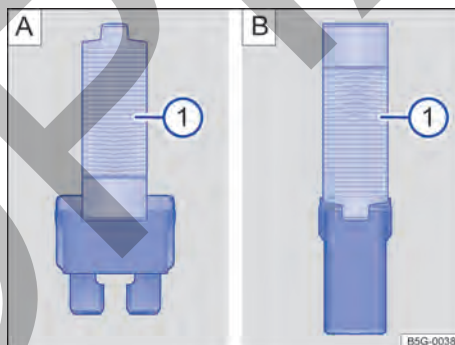

Fig. 139 Retirar o colocar el fusible con la pinza de plástico: [A] fusible plano, [B] fusible de bloqueo.
- De ser necesario, retirar la pinza de plástico → fig. 139 **1** de la cubierta de la caja de fusibles.
- De acuerdo con la versión del fusible, colocar las garras adecuadas del alicate plástico → fig. 139 **A** **1** o → fig. 139 **B** **1** de forma lateral en el fusible.